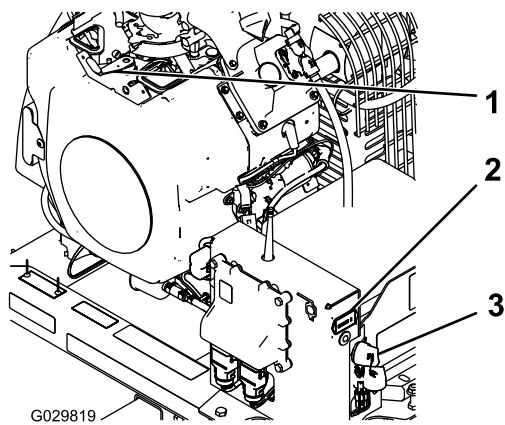

Рисунок 12
3. Поверните ключ зажигания двигателя в положение ПУСК (Рисунок 12).
3. Прежде чем покинуть машину, поверните ключ в положение Выкл. и выньте его из замка зажигания (Рисунок 12).